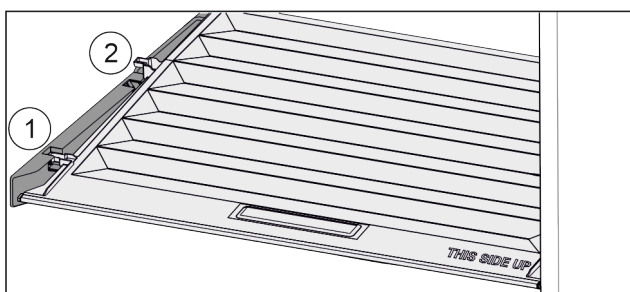

Fig. 152
- ▶ Tirer le couvercle vers l'avant jusqu'au orifice des pièces de retenue Fig. 152 (1).
- ▶ Le soulever par le bas à l'arrière et le sortir par le haut Fig. 152 (2).